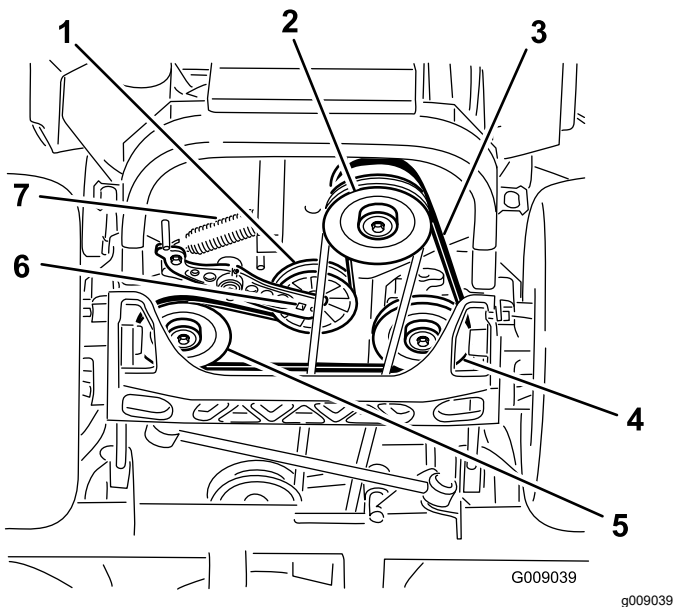

Figura 89
4. Levante la máquina y apóyela sobre gatos fijos (Figura 89).
5. Utilice una llave de carraca en el taladro cuadrado del brazo tensor para retirar el muelle tensor (Figura 89).
6. Desenganche el muelle de la polea tensora del bastidor (Figura 89).
9. Utilizando la llave de carraca en el taladro cuadrado del brazo tensor, instale el muelle tensor en el bastidor (Figura 89).